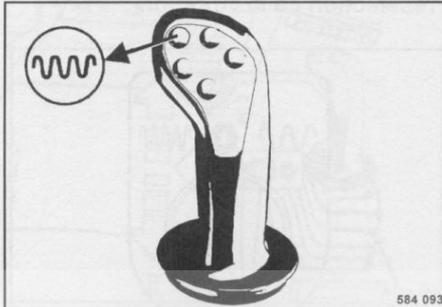

fig. 52
- Appuyer sur le bouton-poussoir (fig. 52) dans le levier de commande de la marche durant le déplacement ; le bandage est excité.